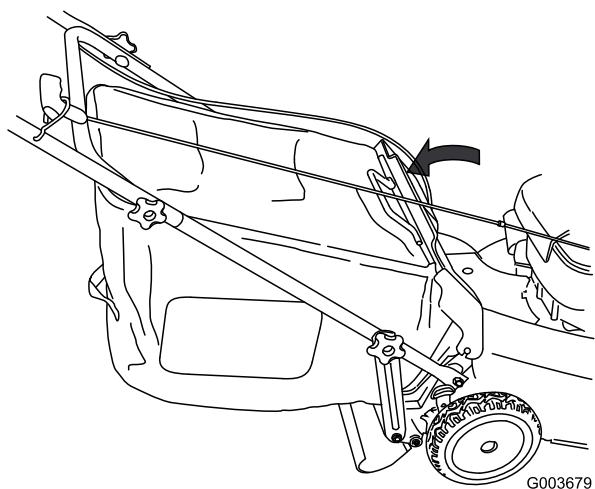

Figura 27
5. Baje la puerta trasera (Figura 27).